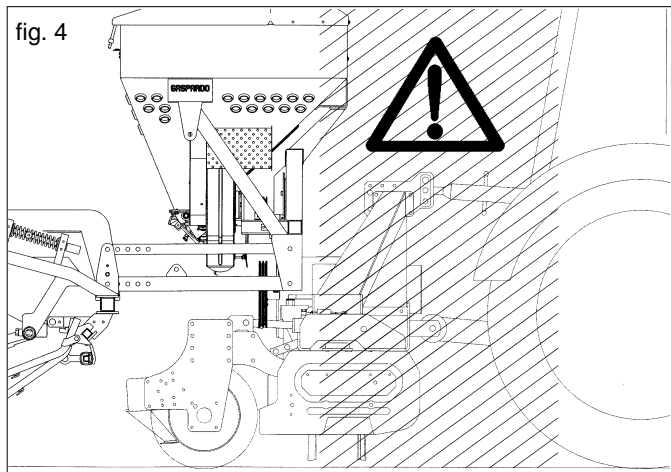

fig. 4
- 25) Es absolutamente prohibido colocarse entre el tractor y el gancho para mover el mando de elevación, desde el exterior. (Fig. 4).
- 26) Es absolutamente prohibido colocarse entre el tractor y el equipo (Fig. 4) mientras el motor esté encendido, el cardán insertado. Es posible interponerse solo después de haber accionado el freno de estacionamiento y haber introducido, debajo de las ruedas, un cepo o una piedra que bloquee adecuadamente.
- 37) Si las dimensiones de los aparatos cargados o semi-cargados no permiten la visibilidad de los dispositivos de indicación e iluminación de la motriz, dichos dispositivos deberán ser instalados adecuadamente sobre los aparatos en sí, ateniéndose a las normas del código del tránsito vigente en el País. Asegurarse, mientras viene utilizado, que la instalación de las luces se encuentre perfectamente en función. Se recuerda, además que la correcta secuencia de las indicaciones de los faros prevé (Fig.4):